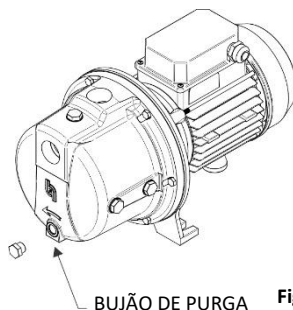

Fig.5
- As nossas bombas não necessitam de nenhuma manutenção específica ou programada. Recomenda-se, no entanto, que se esvazie o corpo da bomba durante os períodos de baixas temperaturas ou em caso de inactividade prolongada, através do bujão de purga (Fig. 5). Se a inactividade persistir durante muito tempo, deve limpar-se a bomba e guardá-la em lugar seco e ventilado.